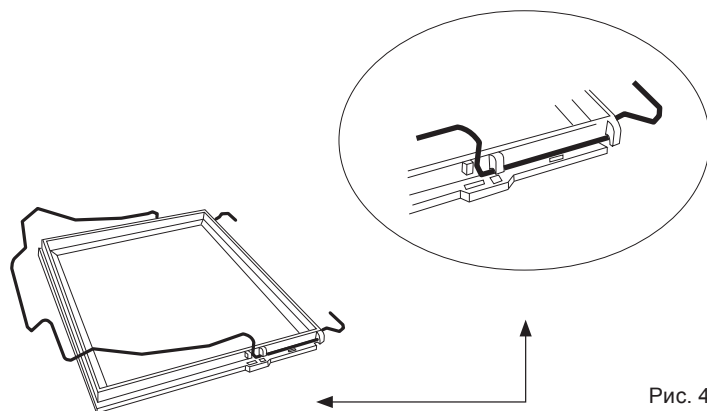

Рис. 4
1. Вставьте металлическую пружину в пазы на несущей рамке, как показано на рис. 4, но только с одной стороны.